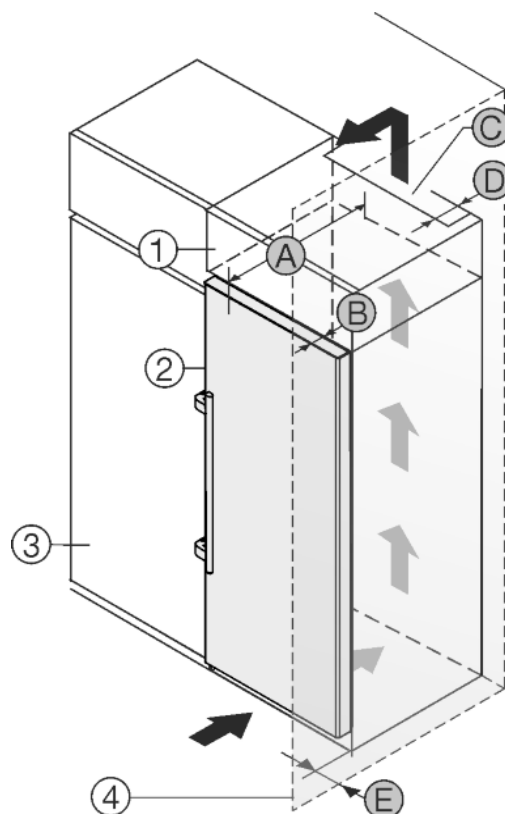

Fig. 22
Spotřebič lze zabudovat do kuchyňských skříní. K vyrovnání spotřebiče Fig. 22 (2) na výšku kuchyňské linky lze na přístroj nasadit nástavec Fig. 22 (1).
Spotřebič lze instalovat přímo vedle kuchyňské skříňky Fig. 22 (3). Aby bylo možné dvířka plně otevřít, musí spotřebič přesahovat o hloubku Fig. 22 (B) vůči přední linii kuchyňské skříňky. V závislosti na hloubce kuchyňských linek a použití vymezovačů odstup od stěny může spotřebič vyčnívat dále.
- Na zadní straně skříňky nástavce musí být větrací šachta hluboká alespoň hloubku Fig. 22 (D) mm přes celou šířku nástavce skříňky.
- Pod stropem místnosti musí být dodržen ventilační průřez Fig. 22 (C).
Pokud je spotřebič se závěsy instalován vedle stěny Fig. 22 (4), musí být dodržena vzdálenost Fig. 22 (E) mezi spotřebičem a stěnou. To odpovídá přesahu madla při otevřených dvířkách.